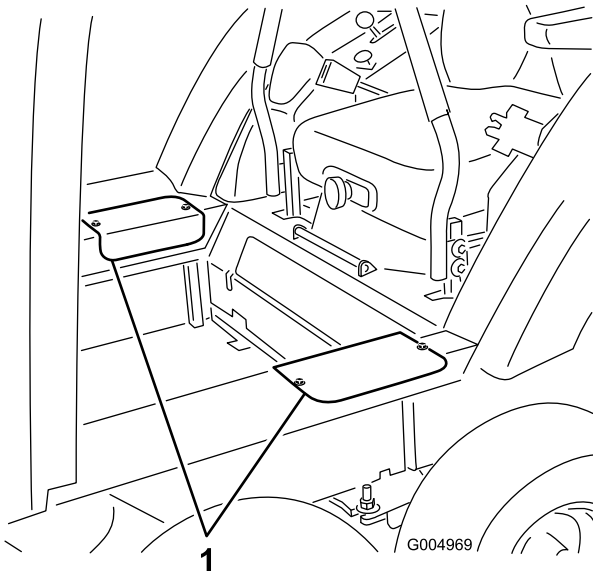

Figura 57
- Instale las tapas de acceso laterales con los tornillos que retiró anteriormente (Figura 57).